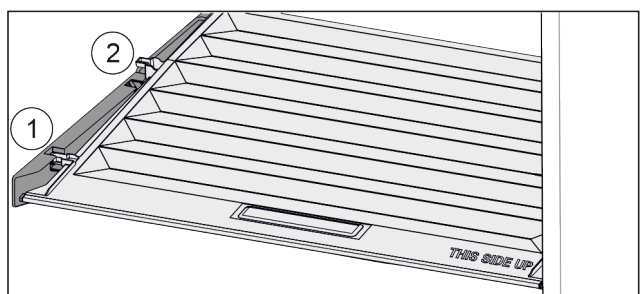

Fig. 111
- ▶ Tirare in avanti il coperchio fino all'apertura nei fermi Fig. 111 (1).
- ▶ Sollevare posteriormente dal basso e togliere verso l'alto Fig. 111 (2).